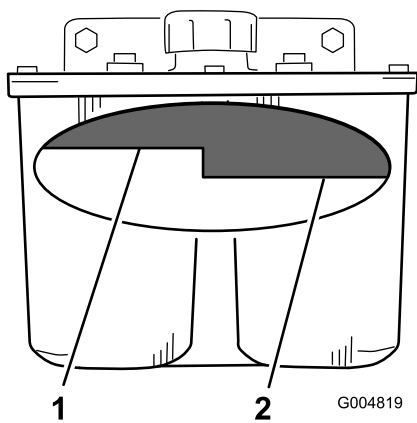

Figure 74
2. Nettoyez la surface autour du goulot de remplissage du réservoir hydraulique (Figure 74).
3. Enlevez le bouchon du goulot de remplissage et vérifiez si le réservoir contient du liquide (Figure 74).
Remarque: Lorsque l'huile est chaude, le niveau de liquide doit atteindre le haut du repère "à chaud" sur le déflecteur (Figure 74).